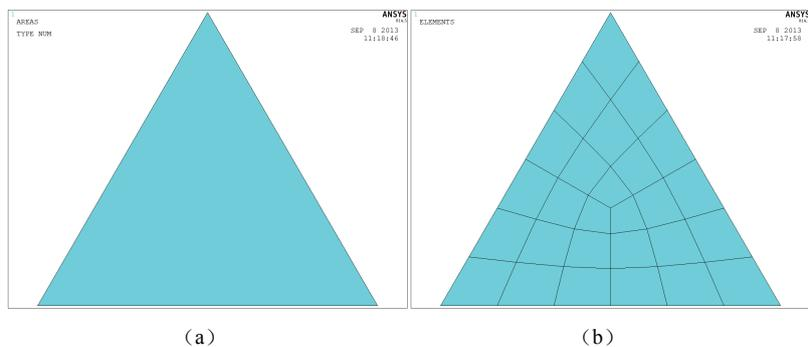
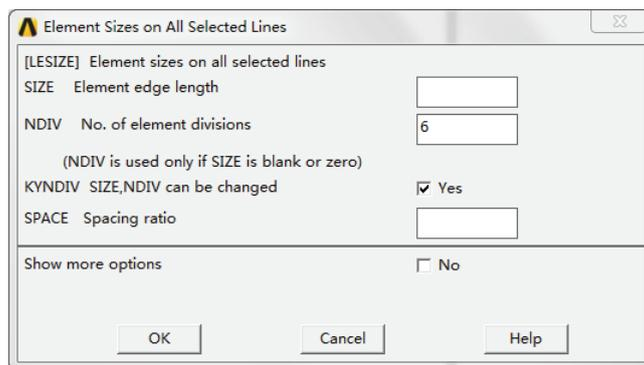

图 5-61 三角形映射面网格实例
图 5-62 所有选择的线上单元尺寸控制对话框
要求: 对一个三角形面区域如图 5-61 所示，利用映射法进行网格划分，要求边上的单元数目为 6。
(1) 定义单元属性，包括单元类型、单元实常数、单元截面和单元坐标系等。
(2) 创建实体模型，如图 5-61 (a) 所示。
(3) 将单元属性分配给面单元。
(4) 进行单元尺寸控制设置选择【Main Menu】/【Preprocessor】/【Meshing】/【Size Cntrls】/【ManualSize】/【Lines】/【All Lines】命令，弹出如图 5-62 所示的所有线上单元尺寸控制对话框，图中每条边上单元数目设置为 6。
(5) 进行单元划分。选择【Main Menu】/【Preprocessor】/【Meshing】/【Mesh】/【Areas】/【3 or 4 sided】命令，鼠标拾取三角形面，完成网格划分，如图 5-61 (b) 所示。